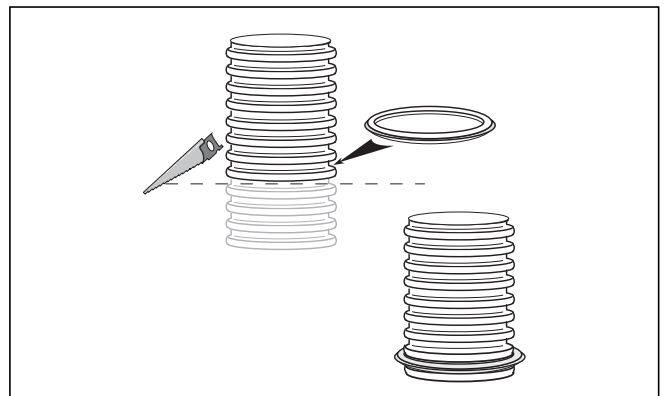

Abb. 6.37 Flexible Abgasleitung kürzen und Dichtung montieren
Legen Sie zunächst die Gesamtlänge nur überschlägig fest. Sicherheitszuschlag bei geradem Schacht: mindestens 50 cm, bei versetztem Schacht: mindestens 70 cm je Versatz. Kürzen Sie die flexible Abgasleitung (siehe Abb. 6.37) erst dann, wenn Sie sie an der Schachtmündung befestigen.
- Montieren Sie anschließend die Dichtung in der untersten unbeschädigten Rille der Abgasleitung (siehe Abb. 6.37).